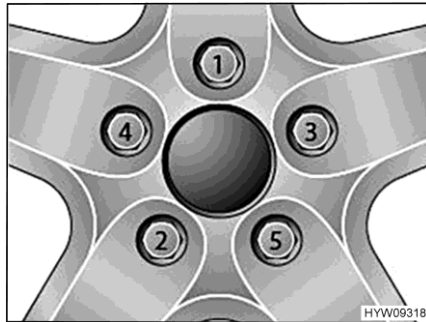

Fig. 156 Serraggio a croce di dadi delle ruote e bulloni delle ruote
- Serrare i dadi delle ruote o i bulloni delle ruote nell'ordine riportato in Fig. 156. A tale scopo, utilizzare una chiave dinamometrica e rispettare la coppia di serraggio indicata (vedi paragrafo 13.6.2).
- Controllare regolarmente il serraggio dei dadi o dei bulloni. Regolare il serraggio dei dadi delle ruote o dei bulloni delle ruote di una ruota sostituita dopo circa 50 km. A tale scopo, procedere seguendo l'ordine indicato in Fig. 156.
- Se si utilizzano cerchioni nuovi o riverniciati, regolare il serraggio dei bulloni o dei dadi dopo altri 1000 - 5000 km. A tale scopo, procedere seguendo l'ordine indicato in Fig. 156.
- ▷ Serrare a croce i dadi o i bulloni delle ruote (Fig. 156).